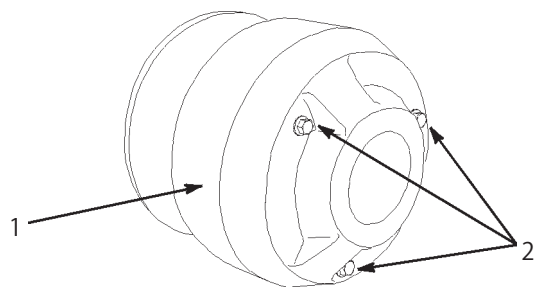

図56
4. クラッチ・カバーのボルト（3本）を外してカバーを取る（図56）。